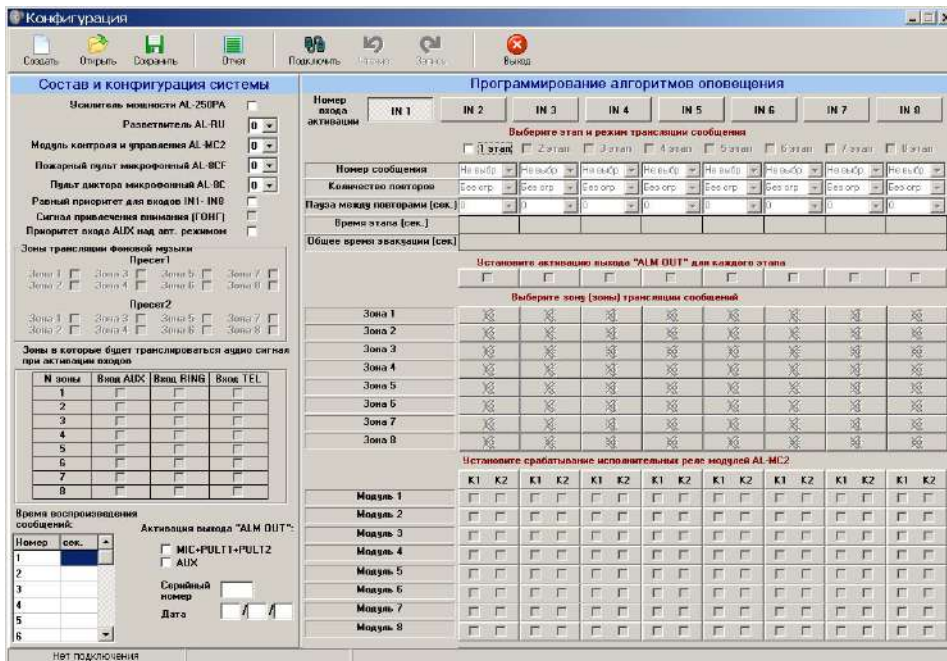

Рис.36
На Рис.36 показан внешний вид главного окна программы.
- Запустите программу «Alpha2Config». Для этого запустите файл «Alpha2Config.exe» из созданной вами папки (см.п.13.1.2). На экране компьютера появится главное окно программы Рис. 36.
- Появится новое окно – Главное окно проекта (Рис. 36).